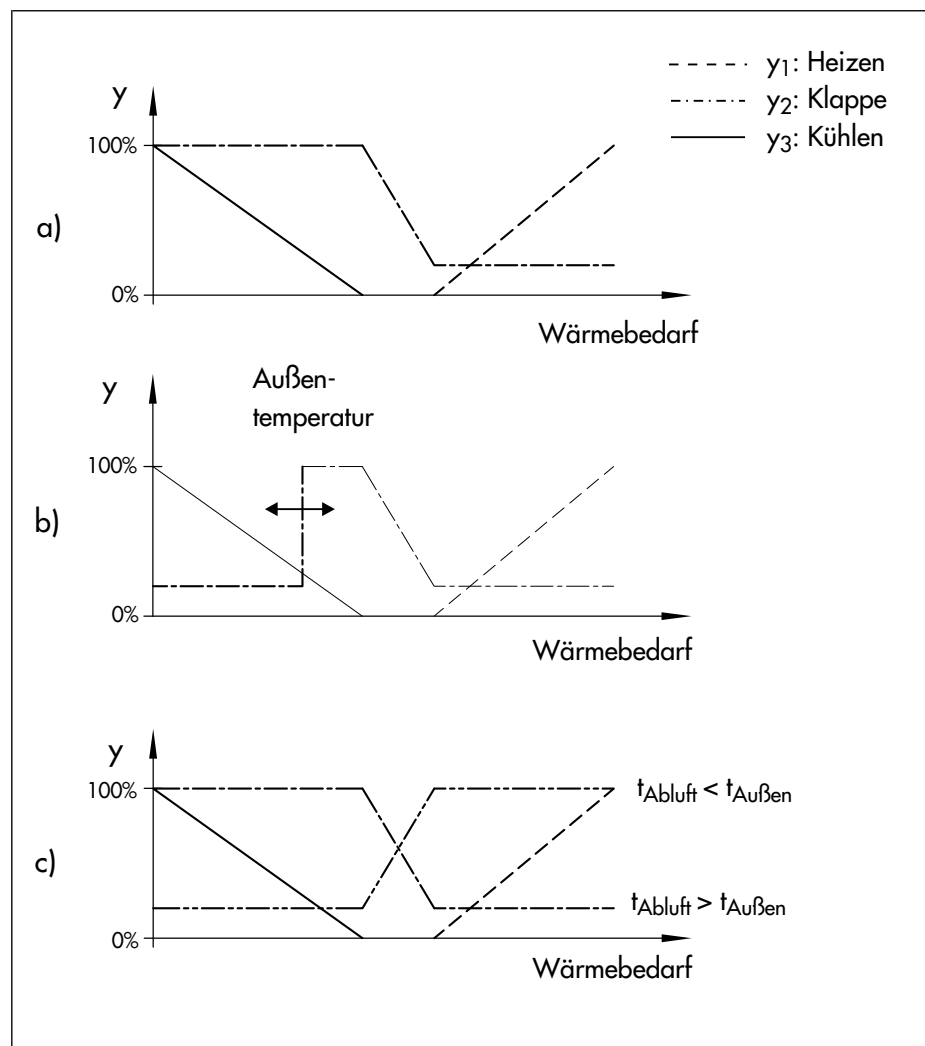

Bild 9: Mischluftkammer in Sequenz
Heutzutage wird zumeist der Sequenzbetrieb gewählt, der entsprechend des Sequenzschemas aus Bild 9 arbeitet. Durch die zeitlich versetzte Ansteuerung der Stellsignale kann der erforderliche Wärmebedarf energetisch günstig bereitgestellt werden.
- ▶ Für einen gesteigerten Wärmebedarf wird der Außenluftanteil abgesenkt, indem der Regler die Stellgröße Y2 des Luftklappensystems verringert (siehe Sequenzschema Bild 9). Eine einstellbare Mindestaußenluftfrate verhindert, dass die Lüftungsanlage in dieser Betriebssituation zu 100 % im Umluftbetrieb arbeitet. Nur wenn die gewünschte Temperatur auch bei minimalem Außenluftanteil nicht erreicht werden kann, wird der fehlende Wärmestrom mit Hilfe des Lufterhitzers erzeugt.